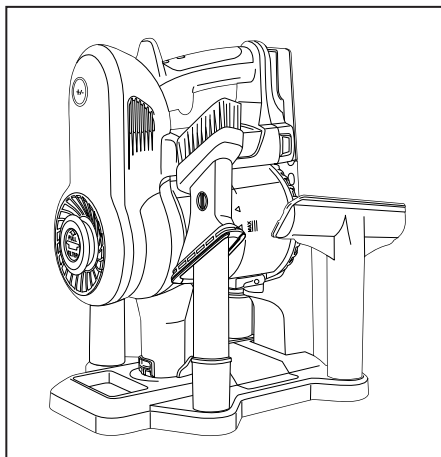

Fig. 3
3. Coloque los demás accesorios en la estación de almacenamiento/carga (Fig. 3).